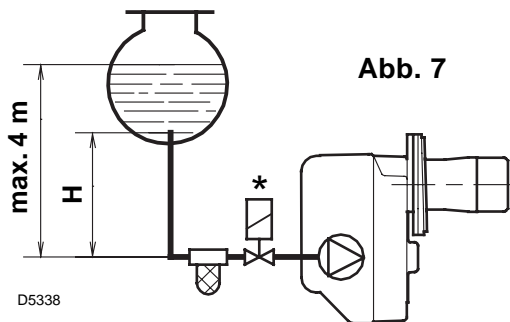
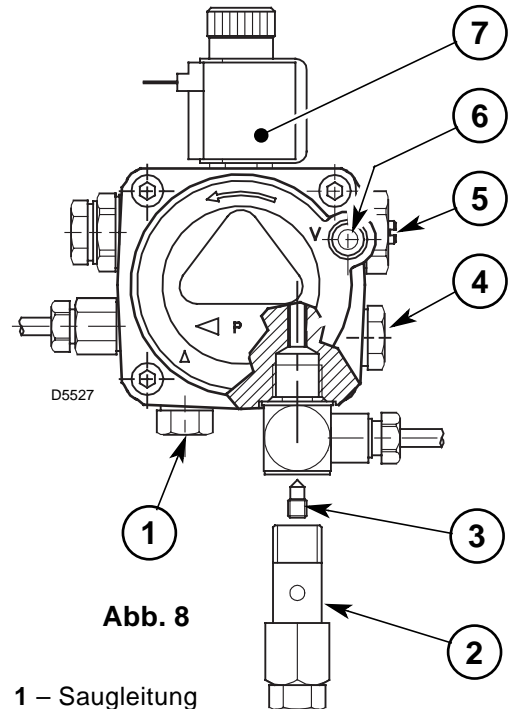

Abb. 7
Abb. 8
- Die Pumpe ist werksseitig für den Zweirohr-Betrieb eingerichtet. Wird ein Pumpen-Einrohrbetrieb für notwendig erachtet, so ist der Zapfen (2) zu lösen und die By-Pass Schraube (3) zu entfernen. Danach ist der Zapfen wieder anzuschließen, (siehe Abb. 8).
Bei der in Abb. 7 dargestellten Anlage ist es ausreichend, wenn man den Vakuummeteranschluß (6, Abb. 8) lockert und das Austreten des Brennstoffes abwartet.